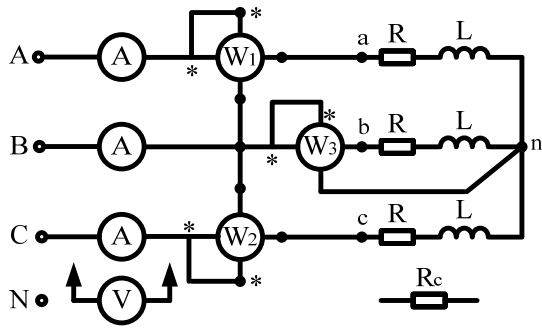
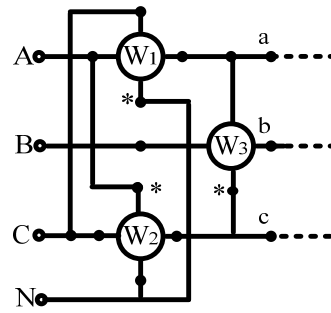

Рис. 5
Рис. 6
1. Собрать схему, показанную на рис. 5. При этом симметричную нагрузку составить из трёх имеющихся на стенде одинаковых катушек.
1. Перейти к схеме включения ваттметров, показанной на рис. 6. Для этого цепи напряжения ваттметров (при отключенном электропитании) присоединить в соответствии со схемой.
1. Для симметричной цепи проверить выполнение соотношений: в схемах рис. 5 и рис. 6 соответственно: